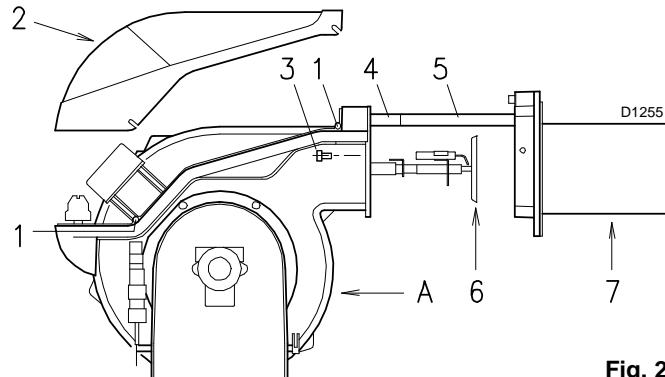

Fig. 27
**Para abrir o queimador (Fig. 27)**